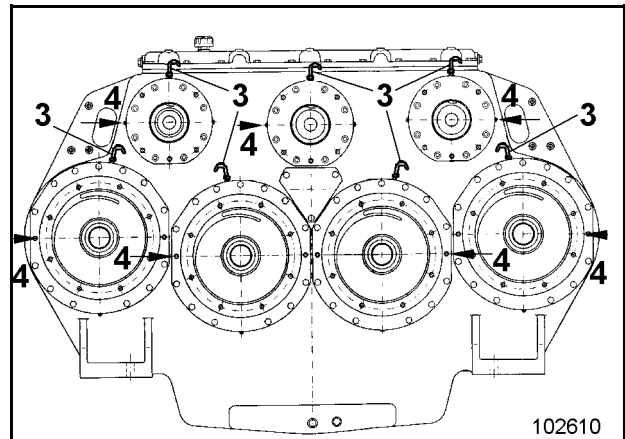
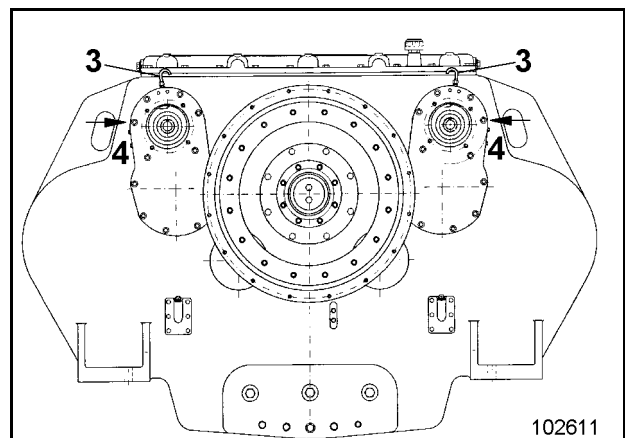

Fig. 7
Fig. 8
Verschlußstopfen (4, Fig. 7 und 4, Fig. 8) herausdrehen. Der Ölstand muß bis Unterkante Bohrung reichen; ggf. Überläufe (3) herausdrehen und durch die Öffnung solange Öl nachfüllen, bis es an der Bohrung der Verschlußstopfens wieder herausfließt.
Tritt aus einem der Überläufe (3, Fig. 7 oder 3, Fig. 8) Öl aus, muß die äußere Abdichtung der entsprechenden Hydraulikpumpe überprüft werden.